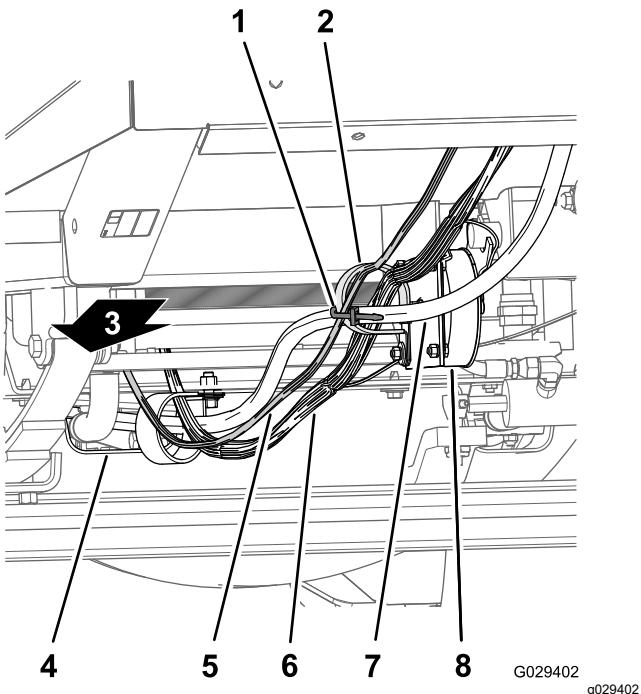
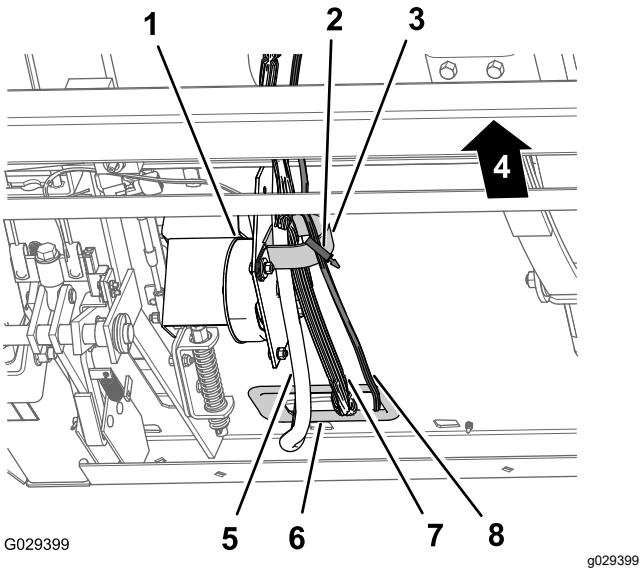

Figure 13
Figure 14
1. Acheminez la branche tableau de bord de 240 cm du faisceau de câblage le long du faisceau et des flexibles de direction de la machine (sous le radiateur), à travers le collier en R au bas du support de radiateur et à travers le collier en R sur la bobine de commande de vitesse de déplacement (Figure 13 et Figure 14).
2. Acheminez la branche tableau de bord de 240 cm du faisceau de câblage vers le collier en R sur la bobine de commande de vitesse de déplacement (Figure 13 et Figure 14).